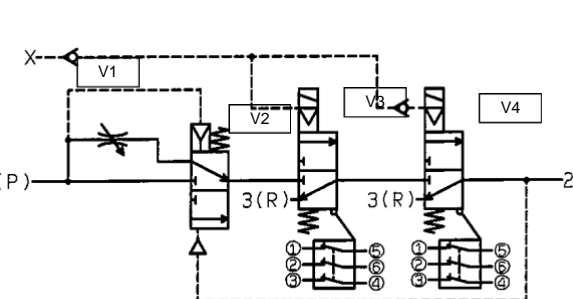
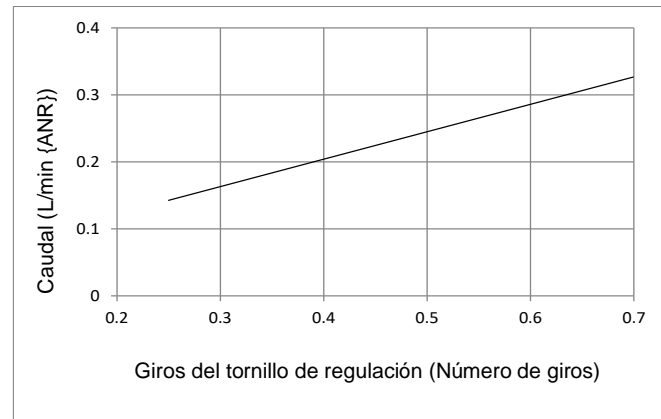

Figura 9. Pilotaje externo (variante con interruptor Rockwell mostrada como referencia)
Figura 10. Presión de conmutación (cerrado → abierto) de la válvula de arranque progresivo V2
- En una aplicación de seguridad, el sistema activará las válvulas de seguridad (V3 y V4 en la Figura 9) cuando sea seguro poner en marcha la máquina. Cuando ambas válvulas estén activadas, el aire fluirá hacia el sistema protegido a través de la conexión 2 (A). Inicialmente, la válvula de regulación V1 limita el flujo de aire y la presión del sistema protegido se mantiene baja mientras el sistema se llena o los actuadores se mueven lentamente. La presión aumentará a medida que se llene el sistema o que los actuadores dejen de moverse. Al aumentar la presión P2 (véase la Figura 10), la válvula V2 conmutará y se puenteará la válvula V1. En esta situación, el aire fluirá hacia el sistema protegido conforme a las figuras de la sección 2.3.
- Si una de las válvulas V3 o V4 se desactiva, el sistema protegido se descargará a la atmósfera. Si la presión del sistema protegido desciende por debajo de P2 (véase la Figura 10), la válvula V2 vuelve a su estado de retorno por muelle con V1 limitando el flujo de aire a V3 y V4.